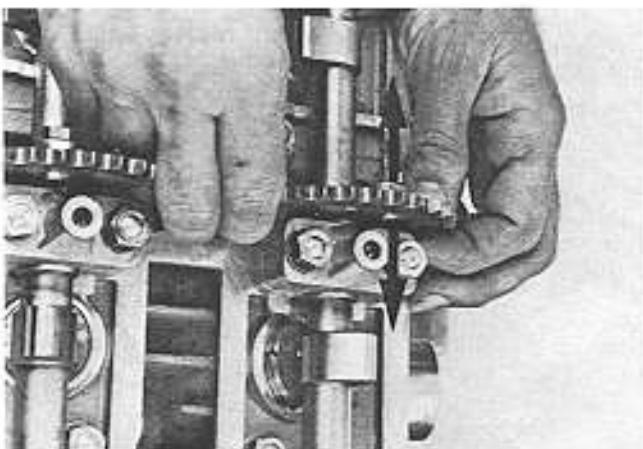

Fig. 25
- Accertarsi che gli alberi a camme siano liberi di ruotare e presentino un sia pur minimo gioco assiale (Fig. 25).
- Make sure that the camshafts turn freely and have a very small side clearance (Fig. 25).